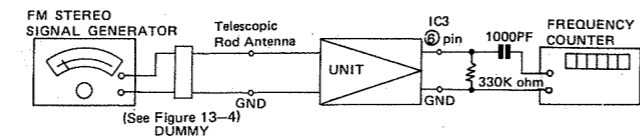

Figure 13-3
- As shown in Figures 13-3 and 13-4, make connection of instrument.
- Réaliser le raccordement de l'instrument comme l'indique la Figures 13-3 et 13-4.